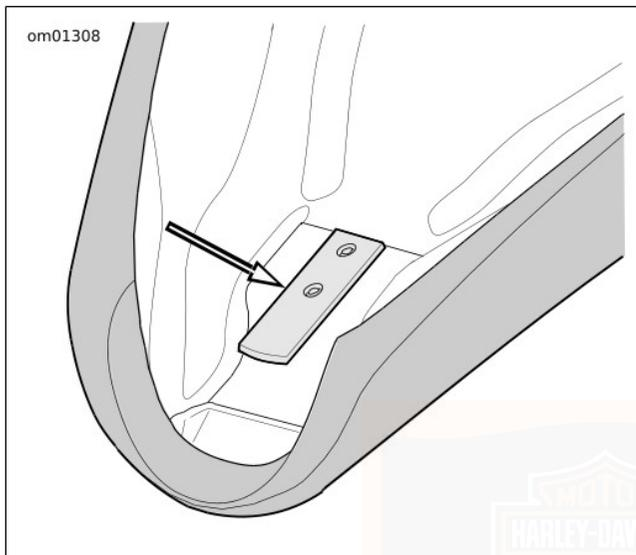
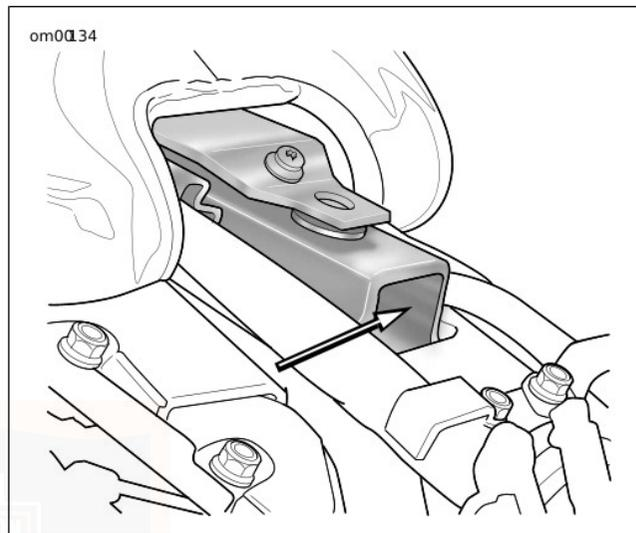

Figura 76. Lengüeta del asiento (típica)
Figura 77. Parte trasera de la estructura
Vea Figura 76 y Figura 77. El asiento tiene una lengüeta que engancha en una ranura en el extremo trasero de la estructura. Siga el procedimiento correspondiente para su motocicleta para desmontar o instalar el asiento.
2. Vea Figura 76. Empuje el asiento hacia atrás para liberar la lengüeta (2) en el frente del asiento de la ranura o pieza de soporte en la parte trasera de la estructura.